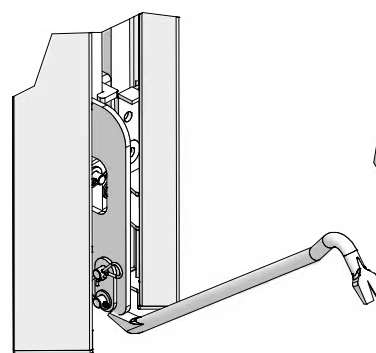
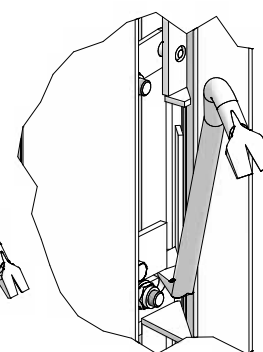

Fig. 54.3
Fig. 54.4
4. Utiliser un pied-de-biche pour actionner l'angle intérieur décoffrant. Le levier à genouillère est poussé vers le haut par l'action du pied-de-biche. Le pied-de-biche peut être mis en œuvre en bas, au niveau du Point A (Fig. 54.3), ou au milieu, au niveau du Point B (Fig. 54.4). Le coffrage se détache ainsi du voile en béton sans grande peine.